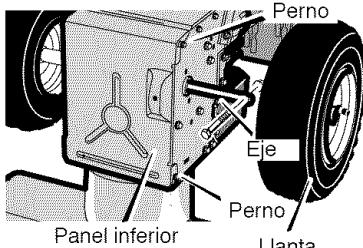

Figura 85
4. Quite los sujetadores que fijan la **llanta derecha**. Quite la **llanta derecha** del **eje** (Figura 85)
19. Instale el **panel inferior** (Figura 85).